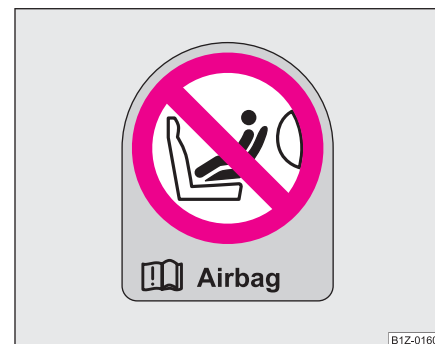

Fig. 171 Autocolant pe stâlpul central al ușilor, partea pasagerului din dreapta
- **Asupra acestui aspect atenționează și autocolantul amplasat pe partea dreaptă, pe stâlpul central al ușilor ⇒ pagina 205, fig. 171. Eticheta poate fi observată după deschiderea ușii pasagerului din dreapta.**